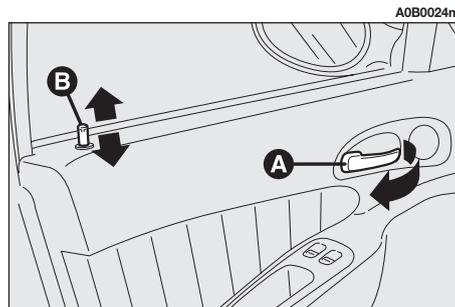

Abb. 16
– Zum Öffnen der Tür den Türgriff (**A**, **Abb. 16**) - unabhängig von der Stellung des Sicherungsknopfes (**B**) - ziehen.
– **von innen:** bei geschlossenen Türen einen der beiden Sicherungsknöpfe (**B**, **Abb. 16**) der Vordertüren für Durchführung der zentralen Türverriegelung (Blockierung) drücken.
**ZUR BEACHTUNG** Es ist nicht möglich, den Sicherungsknopf (**B, Abb. 16**) der Vordertür herunter zu drücken, wenn die Tür nicht korrekt geschlossen ist.